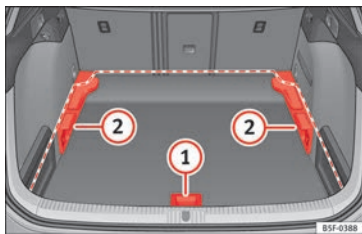
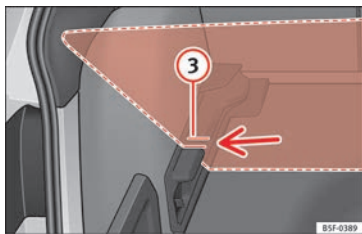

Fig. 182 Plancher de coffre à bagages modulable : positions.
Fig. 183 Plancher de coffre à bagages modulable : rainures inclinées.
» **fig. 182** (1), tirez-le vers l'arrière jusqu'à ce
» **fig. 182** (1), tirez-le vers l'arrière jusqu'à ce que la partie avant du plancher dépasse complètement les supports (2).
- Faites coïncider cette partie avant avec les rainures inférieures des supports en question et faites coulisser le plancher vers l'avant jusqu'à ce qu'il bute contre le dossier de la banquette arrière en abaissant en même temps le plancher avec la poignée (1).
- Relevez le plancher modulable avec la poignée » **fig. 182** (1) et tirez-le vers l'arrière jusqu'à ce que la partie avant du plancher dépasse complètement les rainures inclinées » **fig. 183** (3).
- Faites passer le plancher par les rainures en question en vous aidant de la poignée (1) jusqu'à ce qu'il bute contre le dossier de la